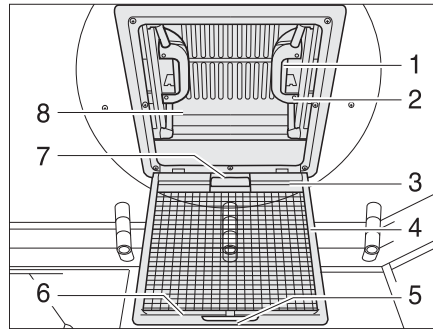

Fig. 82 Lanterneau à poussoirs
- Tirer sur la poignée (Fig. 82,5).
- Rabattre la moustiquaire (Fig. 82,4) vers le bas.
- Appuyer sur le verrou (Fig. 82,1) vers l'intérieur du lanterneau (Fig. 82,8). Pousser le lanterneau simultanément vers le haut par la poignée (Fig. 82,2).
- Faire basculer la moustiquaire (Fig. 82,4) vers le haut jusqu'à ce qu'elle s'enclenche.
- Tirer fortement le lanterneau (Fig. 82,8) vers le bas par les deux poignées (Fig. 82,2) jusqu'à ce que les deux verrous (Fig. 82,1) s'encliquettent.
- Tirer le store occultant par la poignée (Fig. 82,7) et accrocher la barre d'accrochage (Fig. 82,3) dans la barre de retenue (Fig. 82,6) de la moustiquaire.
- Détacher la barre d'accrochage (Fig. 82,3) de la barre de retenue (Fig. 82,6) et laisser revenir lentement le store occultant.